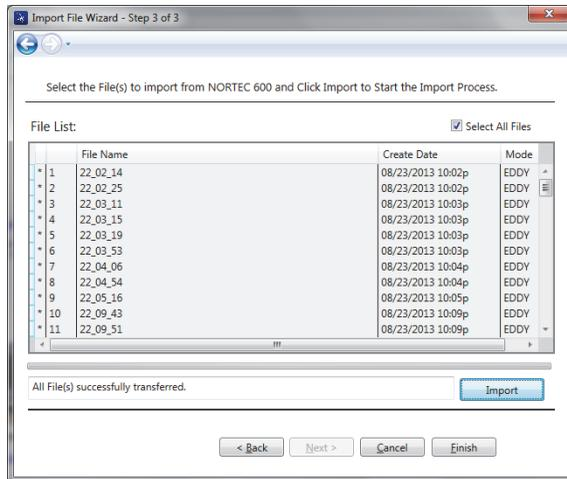

图 6-5 导入文件向导显示文件传输过程完成
- 所有文件传输完成后, 点击 **Finish** (结束), 退出向导 (参见第 288 页的图 6-5)。